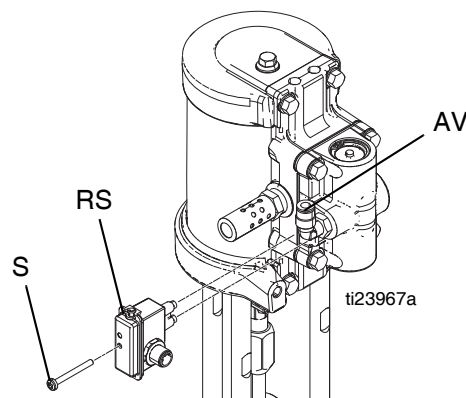

Рис. 4: Снятие узла язычкового переключателя и воздушной линии
3. **Для двигателей с модулем DataTrack:** См. раздел Рис. 4. Выкрутите винт (S), чтобы отсоединить язычковый переключатель (RS) от воздушного клапана (AV).
1. **Для двигателей с модулем DataTrack:** Выкрутите винт, чтобы отсоединить язычковый переключатель от воздушного клапана. См. раздел Рис. 4, стр. 13.